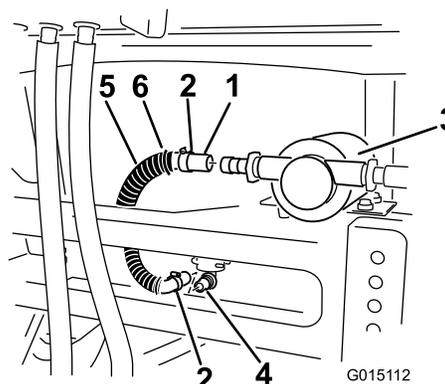

Figura 24
3. Montate un'estremità del flessibile sul raccordo a 90 gradi sotto il serbatoio di lavaggio (Figura 24).
10. Installate la protezione sopra la pompa e inserite le linguette della protezione nelle apposite scanalature sul longherone del telaio (Figura 24).